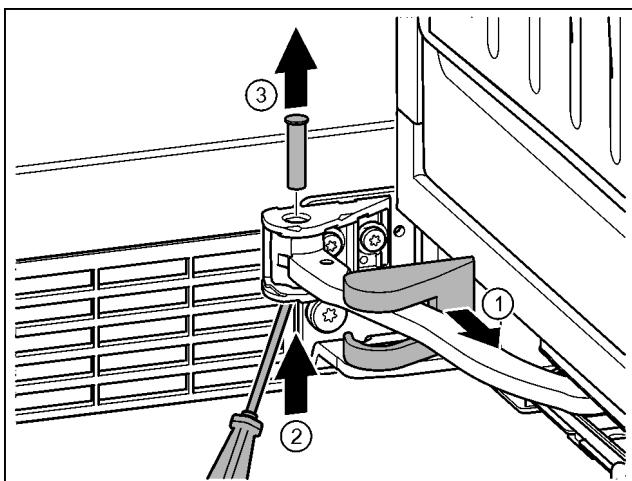

Fig. 15
- 卸下托架盖并沿着铰链移动。Fig. 15 (1)
► 将螺栓用手指或螺丝刀从下方提起。Fig. 15 (2)
► 将螺丝刀移动到螺栓头下方并拉出。Fig. 15 (3)